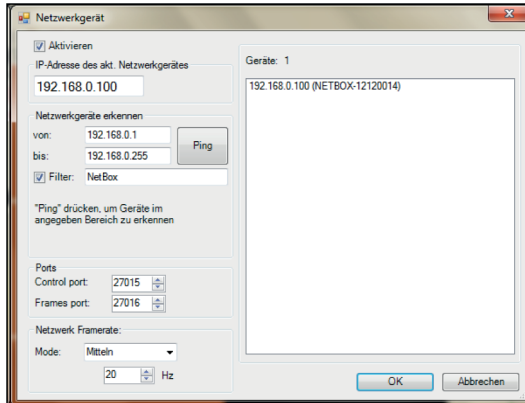

Abb. 17 Suche von Netzwerkgeräten in TIM Connect
- ➔ In dem sich öffnenden Fenster, siehe Abb. 17, setzen Sie bitte einen Haken bei `Aktivieren` und geben bei `IP-Adresse des akt. Netzwerkgerätes` die IP-Adresse des thermoIMAGER TIM NetPCQ (192.168.0.100) ein.
Unter Netzwerk Framerate, siehe Abb. 17, können Sie die über das Netzwerk zu übertragende Bildfrequenz eintragen.